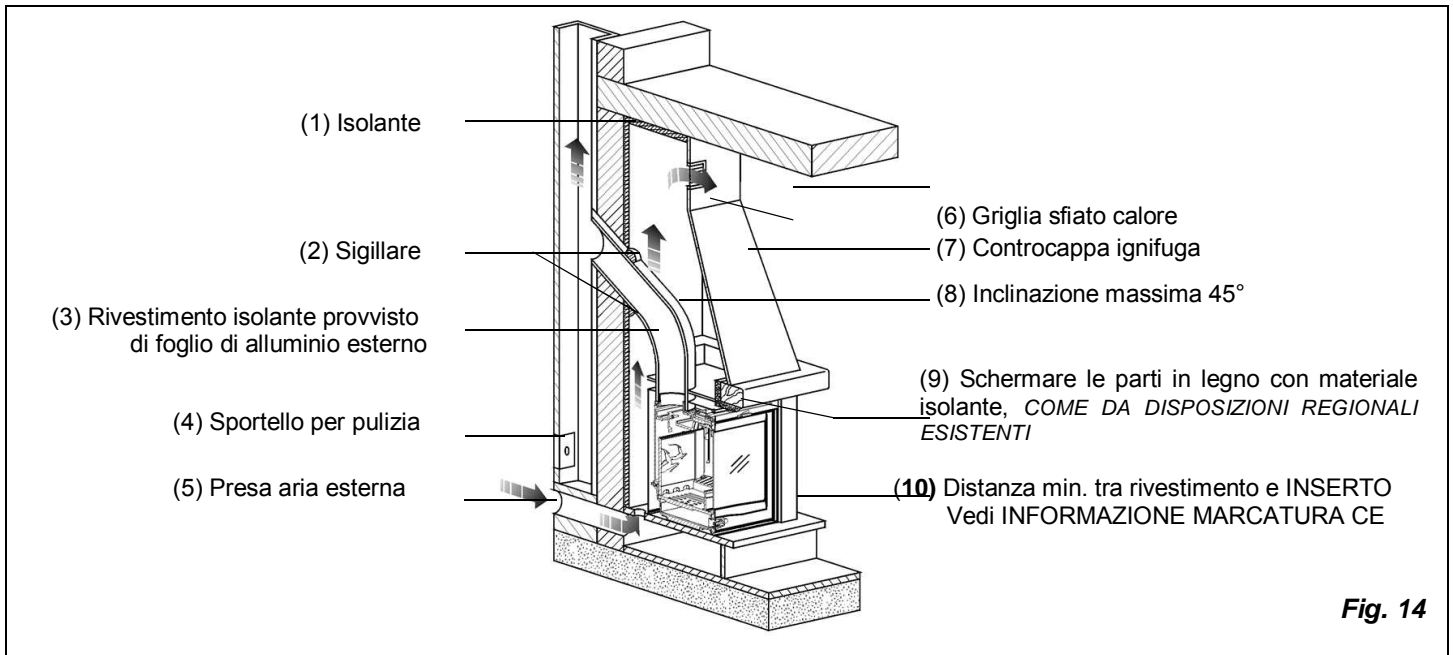

Fig. 14
La griglia di sfianto calore (Fig. 14 pos.6) va installata sulla parte superiore della cappa a circa 20 cm dal soffitto. Questa **deve sempre essere installata** in quanto la sua funzione è quella di lasciare fuoriuscire nel locale il calore accumulato all'interno della cappa (sovra-pressure).
- Qualora l'afflusso d'aria fosse ottenuto attraverso aperture comunicanti con l'esterno di locali adiacenti sono da evitare prese d'aria in collegamento con garage, cucine, bagni, centrali termiche (v. Fig. 14).